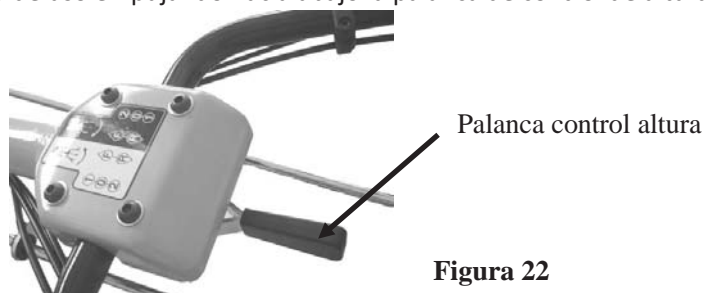

Figura 22
- El usuario podrá ajustarse la altura de uso empujando hacia abajo la palanca de control de altura. Ver figura 22.